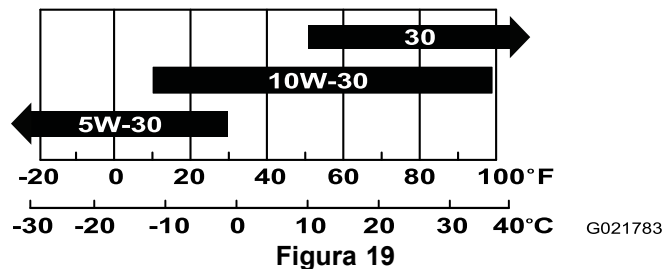

Figura 19
**Nota:** Utilice aceite SAE 10W-30 para el uso general. Puede utilizar las otras viscosidades indicadas en la tabla si la temperatura media de su zona está dentro del intervalo indicado (Figura 19).